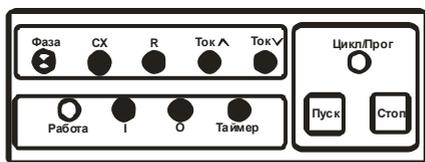

Рис. 14
6.19.3 Для поддержания давления воды в напорном гидробаке с помощью реле давления, подключение реле нужно выполнить так, как указано на рисунке 15. Положение контактов реле показано при малом давлении. В первой странице сигналы «I» и «O» программируются в соответствии с п.п. 6.3.4 и 6.3.6 (рис. 14):
6.19.4 Для поддержания уровня воды в бассейне с помощью поплавкового датчика (замкнутый контакт при малом уровне), подключение нужно выполнить так, как указано на рисунке 16. Положение контактов датчика показано при низком уровне. В первом блоке режимов сигналы «I» и «O» программируются в соответствии с п.п. 6.3.4 и 6.3.6 (рис. 14).